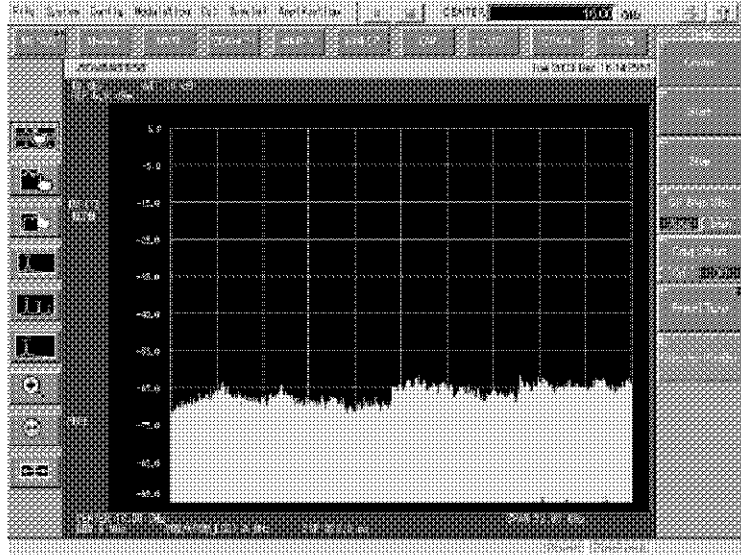

図 3-9 初期設定画面
5. 自己診断で、本器に異常がなければ図 3-9 に示す初期画面が表示されます。初期画面表示は、前回電源を切るときの設定状態により図 3-9 と異なります。